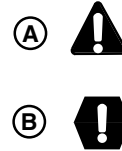

Abb. 2. Symbole zeigen eine Fehlerwarnung, Motordrosselung oder -abstellung an
4. Der Bildschirm der Parameteranzeige zeigt bei einem aktiven Diagnosecode eines der folgenden Symbole. Siehe Abbildung 2.